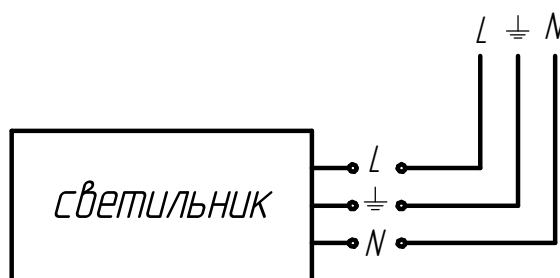

Рисунок 3 - Схема подключения светильника к сети
7.5 Подключите светильник к электрической сети согласно схеме рис. 3.